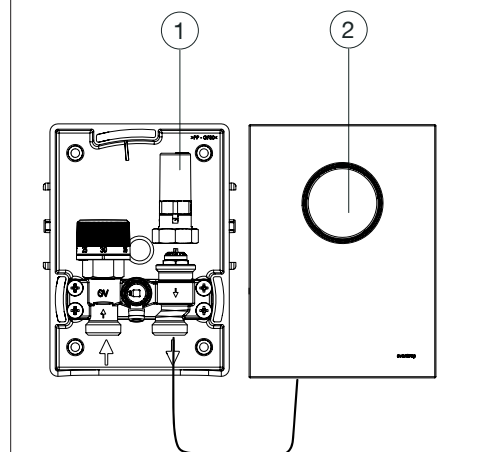

Fig. 8: Montage de la tête thermostatique avec commande à distance
- Visser le piston de commande (voir Fig. 8) sur le robinet. Diriger le tuyau capillaire vers le bas.